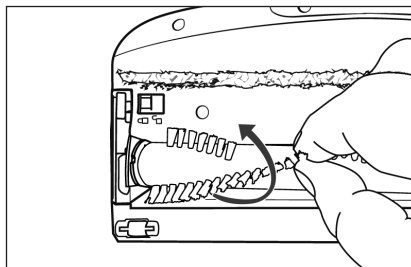

Fig. 25
- 3) Tag børsterullen (21) ud af gulvbørsten (22) ved at holde i børsterne. Drej samtidig børsterullen (21) en smule for lettere at kunne tage den af (se fig. 25).